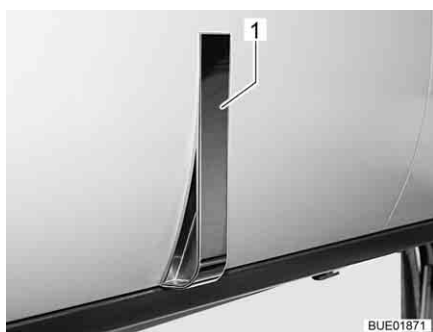
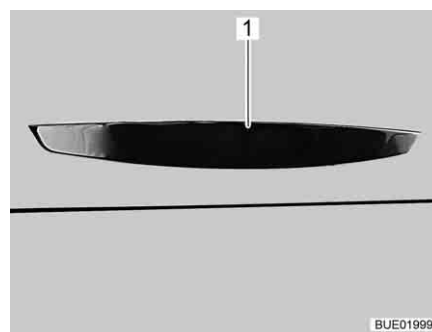

Fig. 41 Sportello del mobile con maniglia (esempio)
Fig. 42 Sportello del mobile con maniglia (alternativa)
- Tirare la maniglia (Fig. 41,1 o Fig. 42,1) finché lo sportello del mobile non si apre.